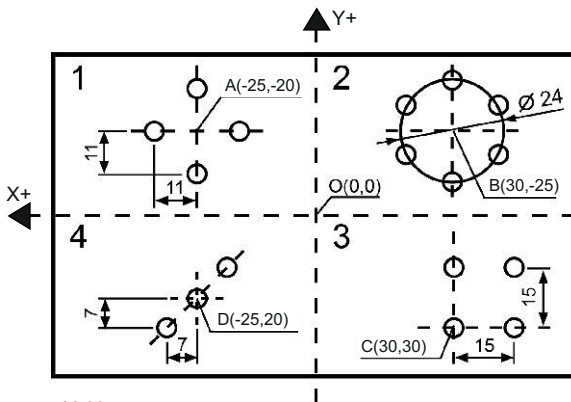

Abbildung 4.1
1. Déplacez la machine dans le système de coordonnées absolu (ABS) et alignez l'outil au centre 0 comme illustré à la Figure 4.1. Appuyez sur les touches X0 et Y0 pour mettre les données des axes X et Y à zéro et ainsi définir le point zéro pour les coordonnées absolues.